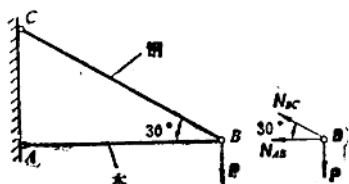

图 1.18
1.18 在图1.18所示简易吊车中，AB为木杆，其横截面积 $A_1 = 100 \text{ cm}^2$ ，许用应力 $[\sigma]_{\text{木}} = 7 \text{ MPa}$ ，BC为钢杆，其横截面积 $A_2 = 6 \text{ cm}^2$ ，许用应力 $[\sigma]_{\text{钢}} = 160 \text{ MPa}$ ，试求许可吊重P。